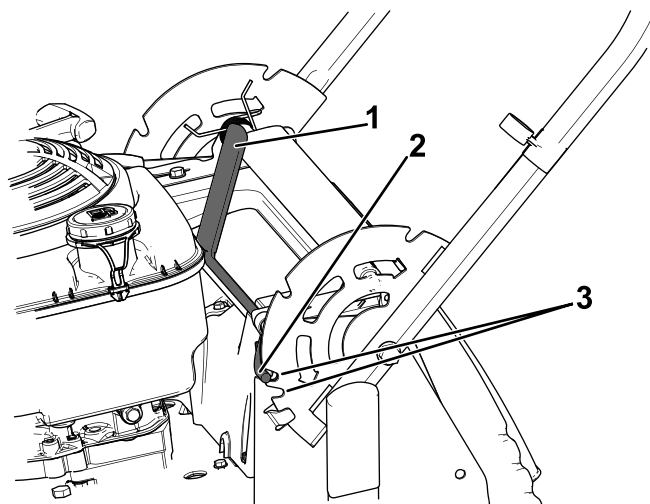

Figura 15
1. Tirate indietro la leva del blocco della maniglia per disinserire i relativi perni (Figura 15).
2. Fate ruotare la maniglia e allineate la tacca desiderata nella staffa della maniglia ai perni del blocco della maniglia; fate riferimento a Figura 15.